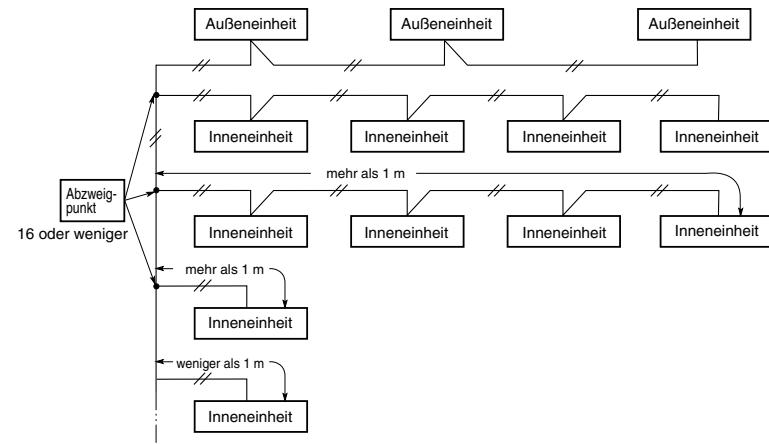

Abb. 4-3
(4) Wenn ein Einheiten-Steuerverbindungskabel angeschlossen werden soll, darf die Anzahl der Abzweigepunkte nicht höher als 16 liegen. (Abzweigungen mit weniger als einem Meter sind in der Gesamtzahl der Abzweigepunkte nicht eingeschlossen.) (Abb. 4-3)